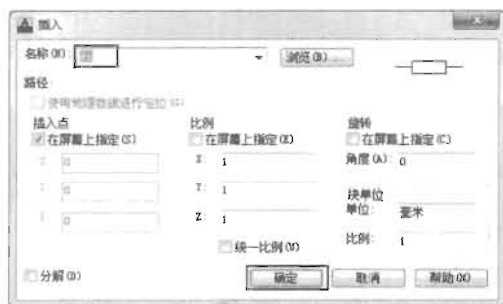

图 8-87
(1) 使用直线命令在绘图区域上方绘制一条直线。
(2) 以直线的左端点为起点绘制一条竖直线, 其长度为 15。
(3) 在命令行中输入 Insert (插入块) 命令, 在系统弹出的“插入”对话框中选择“dz”块并确定, 如图 8-87 所示。